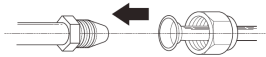

fig. 17 -
- Dopasować końce poszerzonej poprzednio rury ("fig. 17 -") z końcami przyłączy na jednostkach wewnętrznych)